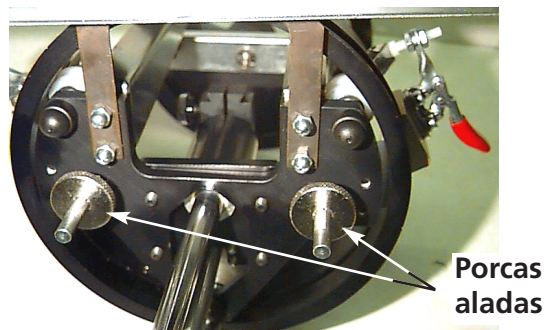

Figura 3-9
1. Soltar as duas porcas aladas na parte de trás do accionamento do quadro grande angular para gorros (ver a figura 3-9).